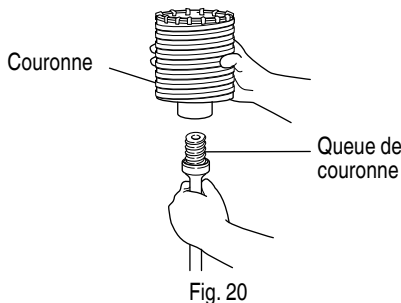

Fig. 20
- (1) Monter la couronne sur la queue de couronne. (Fig. 20)